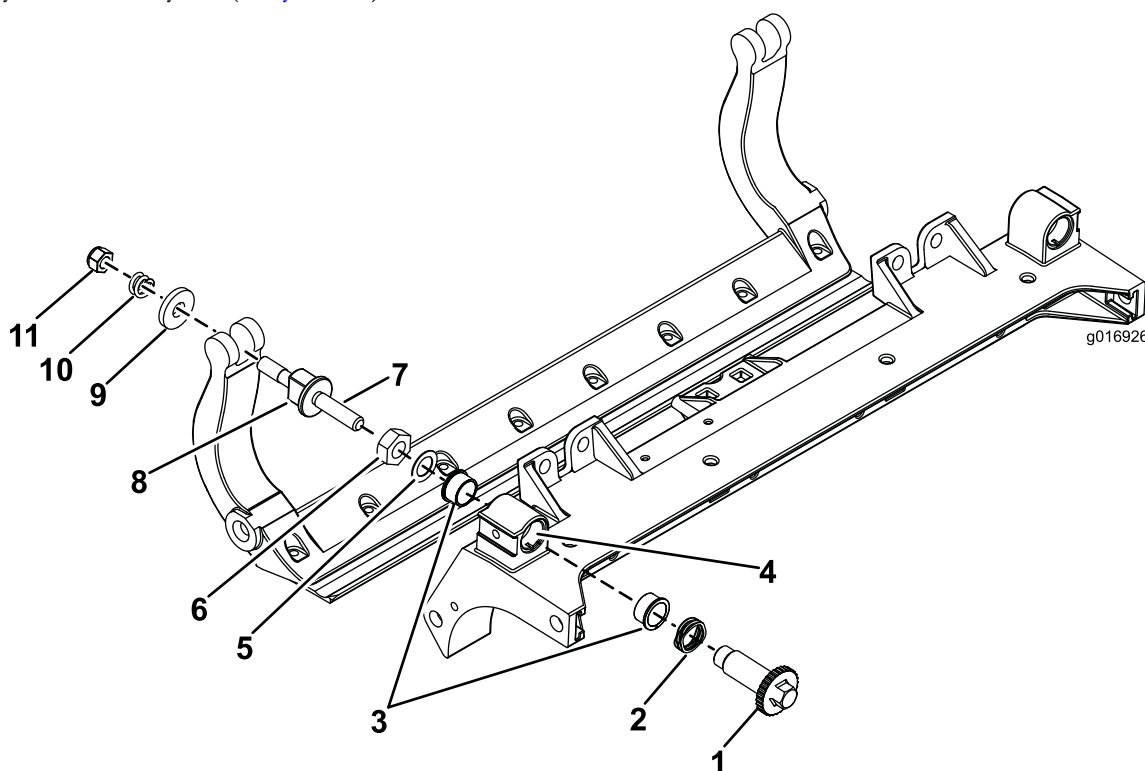

Рисунок 33
1. Снимите все детали (см. *Инструкции по установке* для комплекта HD DPA (модель № 120-7230) и Рисунок 33).
2. Нанесите противозадирный состав на внутреннюю поверхность втулки на несущей раме режущего блока (Рисунок 33).
3. Совместите шпонки фланцевых втулок с прорезями в раме и установите втулки (Рисунок 33).
4. Установите волнистую шайбу на шпindel регулятора и вставьте шпindel регулятора во фланцевые втулки, установленные в раме режущего блока (Рисунок 33).
5. Закрепите шпindel регулятора с помощью плоской шайбы и контргайки (Рисунок 33). Затяните контргайку с моментом 20–27 Н•м.
Примечание: Установите нейлоновую шайбу с каждой стороны выступа боковой пластины. На нейлоновые шайбы установите стальные шайбы (Рисунок 33).